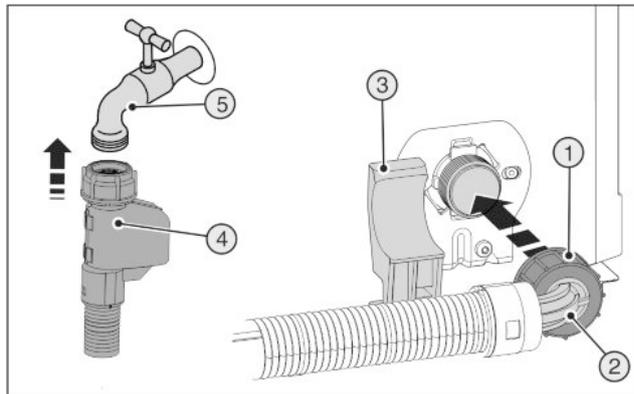

Fig. 21
- ▶ Conecte el extremo recto de la manguera Fig. 21 (4) en el grifo de cierre Fig. 21 (5).